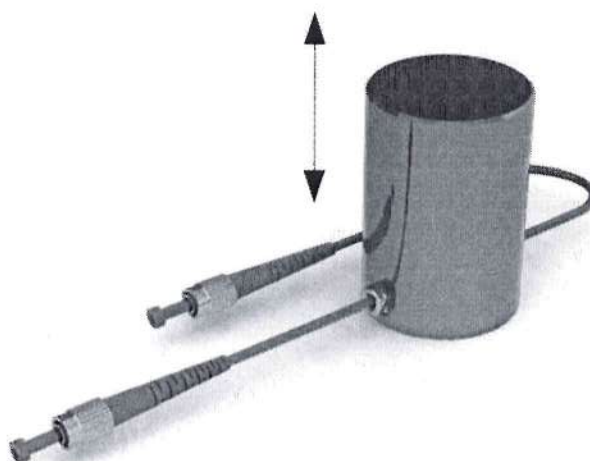

Рисунок 2 — Направление измеряемого ускорения
2.3.1 Сверлить отверстия диаметром 5 мм на глубину 8 мм согласно ДСАЕ.441164.002 МЧ рис. 2.